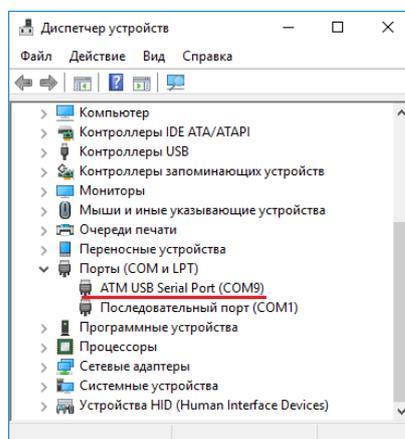

Рис. 3.3 Диспетчер устройств: подключение по COM-портам
- 4.2. В списке **Порты (COM и LPT)** найти **ATM USB Serial Port**. В скобках указан COM-порт, к которому подключен модем ATM (рис. 3.3).